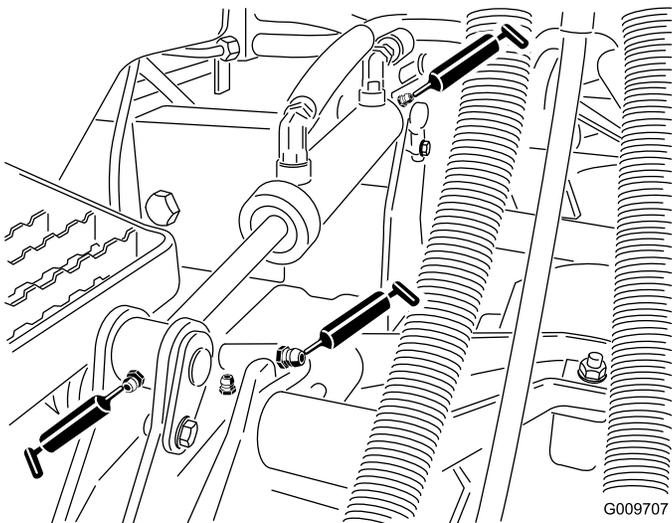

Figura 51
- Boccole (1 per piatto di taglio) del braccio di sollevamento (**Figura 51**).
- Boccole (2 per piatto di taglio) del cilindro di sollevamento (**Figura 51**).